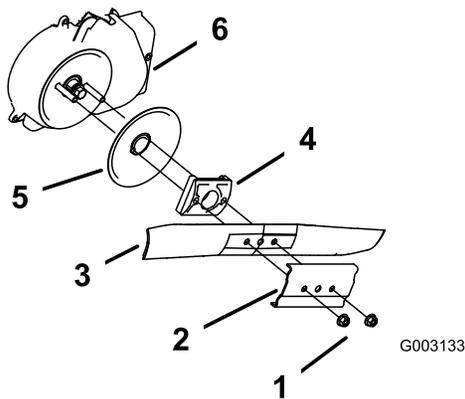

図 47
3. ブレードナット2個とスティフナを取り外す **図 47**。
4. ブレードを取り外す 図 47。
5. 新しいブレードを取り付ける 図 47。